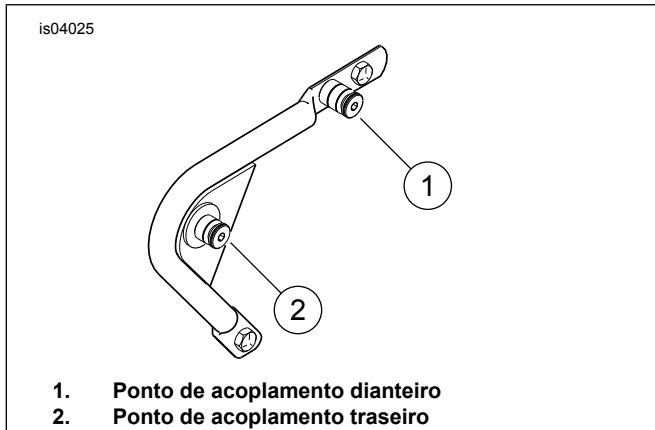
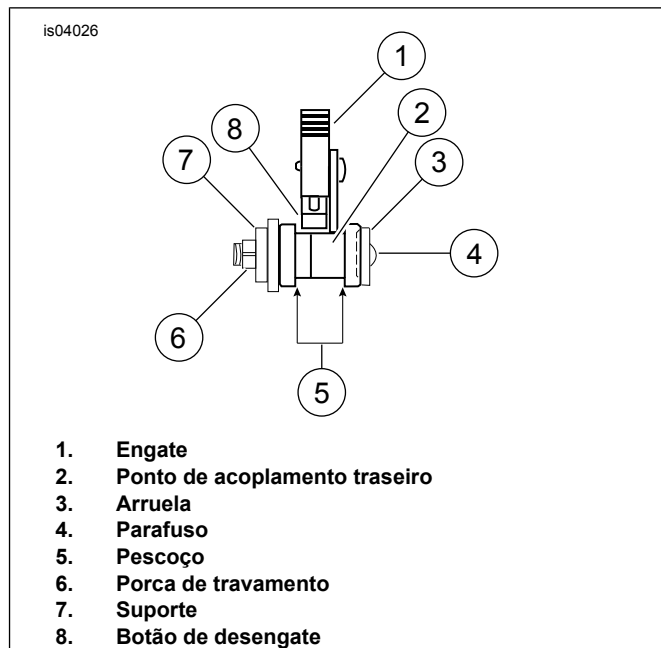

Figura 1. Suporte do ponto de acoplamento
Figura 2. Alinhamento apropriado da dobradiça no ponto de acoplamento traseiro direito (visto da parte traseira da motocicleta)
2. Veja Figura 1 . Posicionando-se atrás da motocicleta, coloque as fendas dianteiras do bagageiro Tour-Pak nos pontos de acoplamento dianteiros (1). Certifique-se de que as fendas encaixam totalmente nos pontos de acoplamento dianteiros.
3. Veja Figura 1 e Figura 2. Coloque as dobradiças (2) nos pontos de acoplamento traseiros. Verifique se as dobradiças se encaixam na haste dos pontos de acoplamento traseiro, como mostrado na figura 2. Pode ser necessário esticar ou apertar o bagageiro de leve.
Após instalar o bagageiro Tour-Pak, verifique se o Tour-Pak e o bagageiro estão bem presos. Os pontos de suporte dianteiro e traseiro devem estar totalmente encaixados. Veja Figura 2 para o encaixe correto.